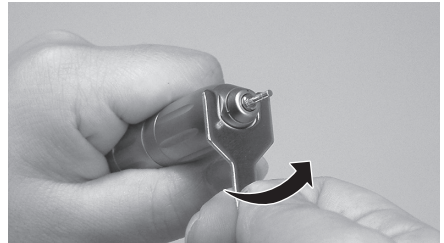

Abb.10
- 1) Setzen Sie den im Lieferumfang enthaltenen Schlüssel an den flachen Seiten der Handstückspitze an. Drehen Sie den Schlüssel wie in Abb. 10 beschrieben, bis die Patrone gelockert ist. Drehen und entfernen Sie nun die Spitze.